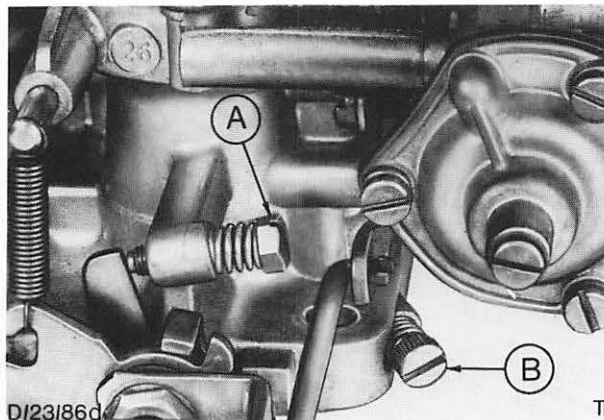

Abb. 58 B-Vergaser (Weber-Register-Vergaser, nur für Schweden abgebaute Fahrzeuge)
2. Leerlaufdrehzahl und Gemischregulierung einstellen. Abb. 58.